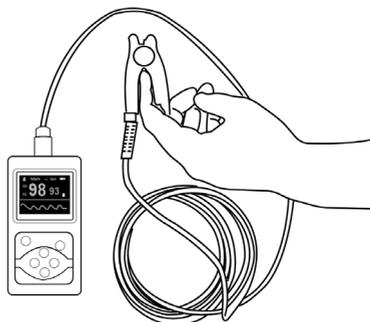

Figure 6
- 🔔 Le doigt doit être placé correctement (voir figure 6 ci-jointe), car une mauvaise installation ou position de contact du capteur influencera la mesure.
Reportez-vous à la figure 6.
(La sonde réelle peut être différente de celle de la figure 6, veuillez accepter la sonde réelle du dispositif)